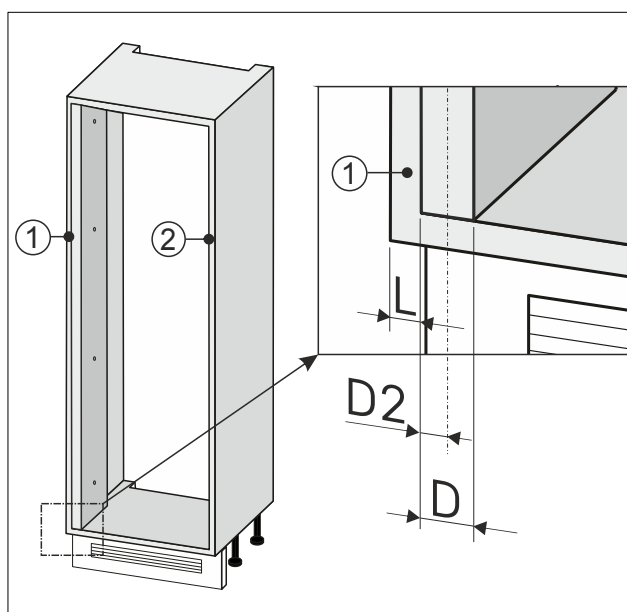

Fig. 91
- Poznamenejte si poloviční šířku Fig. 91 (D2) stěnového vyrovnání.